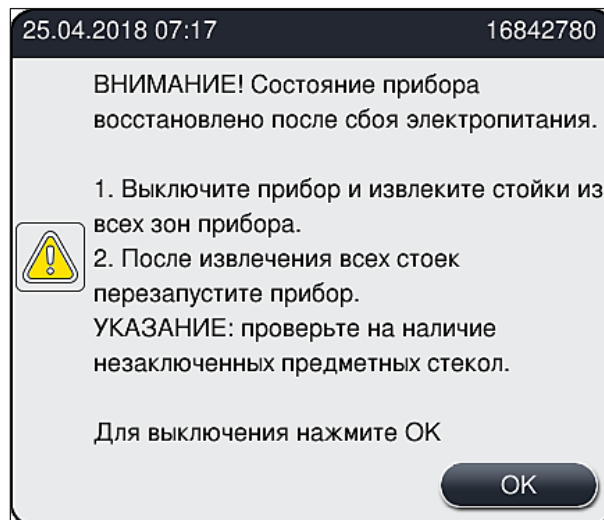

Рис. 109
- После восстановления подачи питания прибор автоматически перезапускается. Пользователь получает информацию о нарушении подачи питания с помощью информационного сообщения (→ Рис. 109) на экране, при этом данное событие вносится в журнал регистрации событий.
- ⓘ После восстановления подачи питания прибор автоматически перезапускается. При этом звучит предупреждающий сигнал, а на экране появляется предупреждающее сообщение (→ Рис. 109).
Извлеките предметные стекла из прибора, руководствуясь указаниями в информационном сообщении (→ Рис. 109).